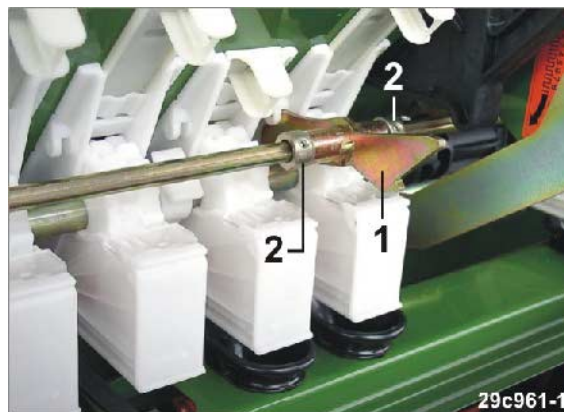

図 231
- この際、副軸を軸方向で固定しているホルダ (図 231/1) を種子用ハウジングの空洞部に差し込みます。
12. ホルダは軸方向で、2 個の調整リング (図 231/2) を用いて固定します。